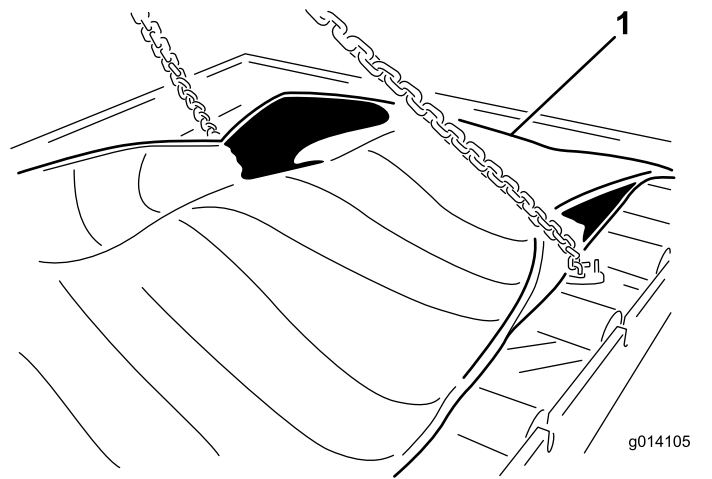

Bild 60
23. Entfernen Sie die 24 Schrauben, um den Einsatz zu lösen (Bild 60).